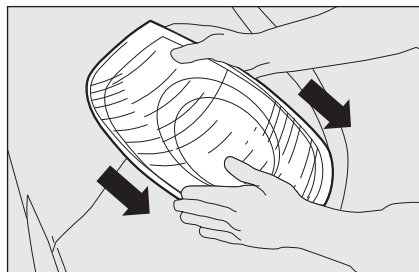

fig. 28
- ☐ extraiga el grupo óptico sacándolo con ambas manos en el sentido indicado por las flechas **fig. 28**;